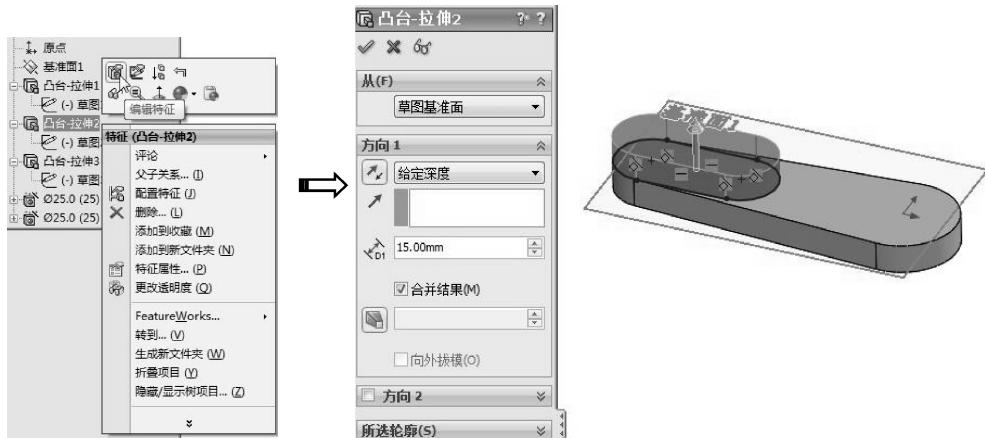

图 5-20 编辑拉伸特征
- 08 修改【凸台 - 拉伸 2】特征，更改高度值 9 为 15，如图 5-20 所示。